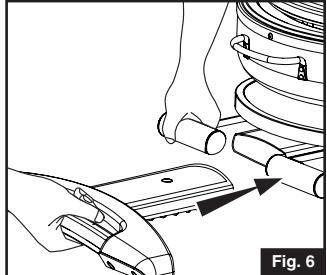

Fig. 6
- Inserte el asa para remolcar en el soporte del estante de la parrilla. (Fig. 6)